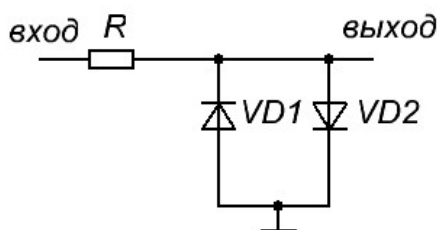

Рис. 8. Диодный ограничитель
7. На вход схемы рис.8 подайте синусоидальный сигнал. Плавно меняйте его амплитуду и наблюдайте сигнал на выходе схемы. Объясните работу схемы.